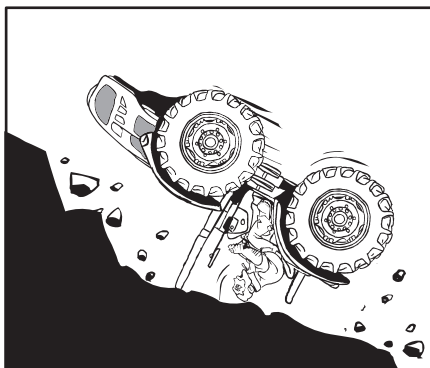

Abb. 2.15
- Bei der Arbeit in der Nähe von Gräben oder Ufern muss der Traktor hinter der Bruchlinie gehalten werden. Mit dem Traktor nicht an Gräben, auf Deichen, an Böschungen und Flussfern arbeiten, die abrutschen könnten (Abb. 2.15).